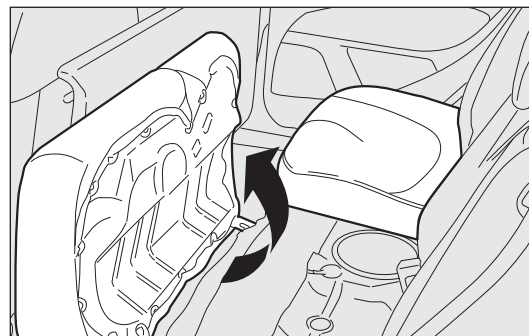

fig. 92
Agrandissement partiel (1/3 ou 2/3) fig. 92 (pour les versions/marchés où cela est prévu)
- renverser les coussins en avant dans le sens indiqué par la flèche fig. 92 ;